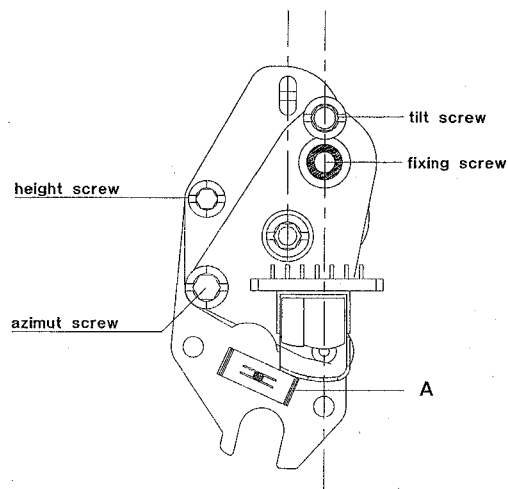

Fig. 5
- Remove the fixing spring A (fig. 5).
- Die Befestigungsfeder A (Abb. 5) entfernen.
- Enlever le ressort de fixation A (fig. 5).